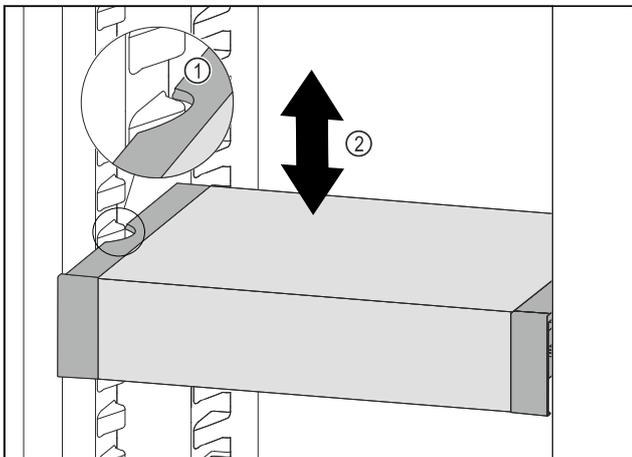

Fig. 56
- ▶ Потягнути VarioSafe вперед, поки бокові заглиблення VarioSafe не опиняться на рівні ребра для резервуара в охолоджувальному відділенні. Fig. 56 (1)
- ▶ Пересувайте VarioSafe вгору або вниз в охолоджувальному відділенні до тих пір, поки не досягнете бажаної висоти. Fig. 56 (2)